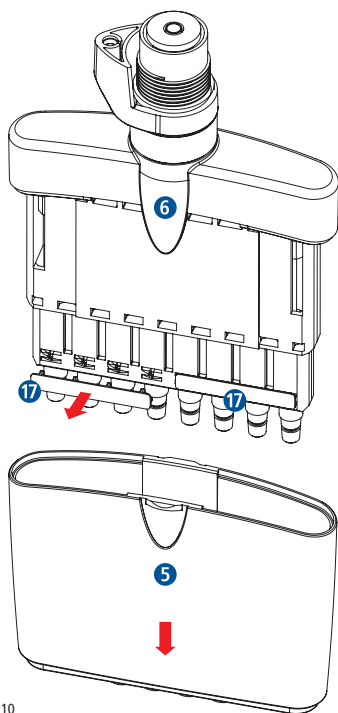

Fig.10
- Quite el casquillo de expulsión **5** aflojando/alzando la fijación **6** (Fig.10).